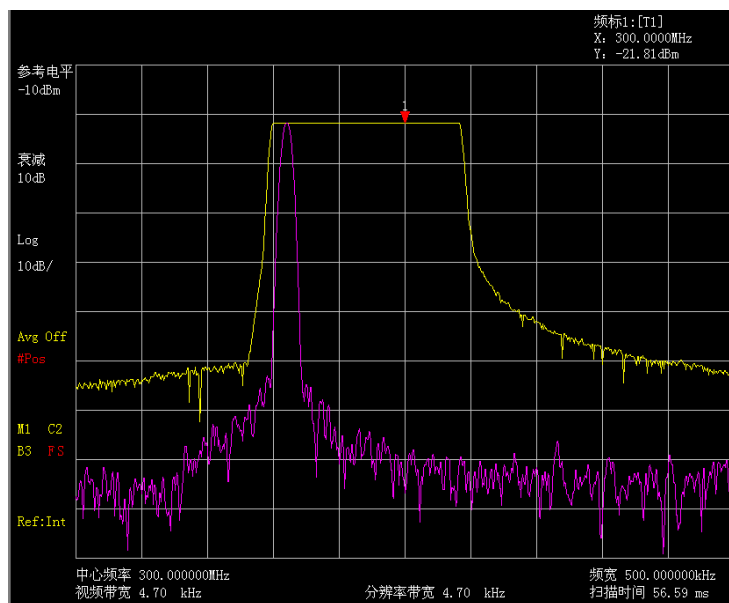

图 3-25 使用最大保持观测漂移信号
- i) 慢慢改变信号发生器的输出频率，使其以 1kHz 步进，在  $\pm 50\text{kHz}$  变化，频谱分析仪显示如图 3-25 所示。